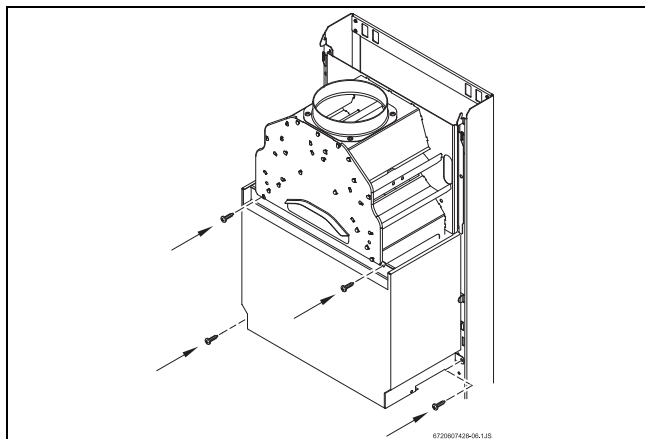

Fig. 27 Couvercle de protection
- Retirer le couvercle de protection en ouvrant les 4 clips qui le fixent (Fig. 27).